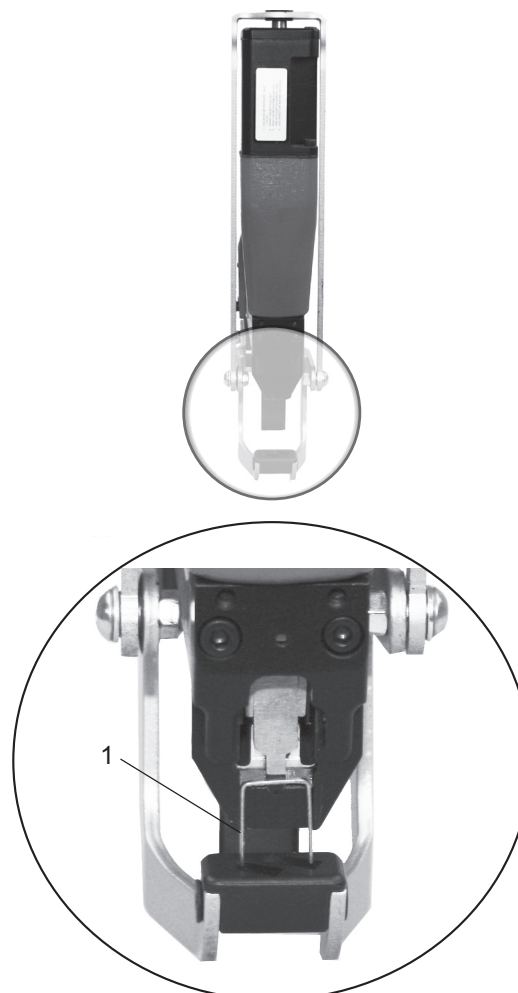

Fig. 10
- Placez une agrafe détachée dans la buse (Fig. 10/1).